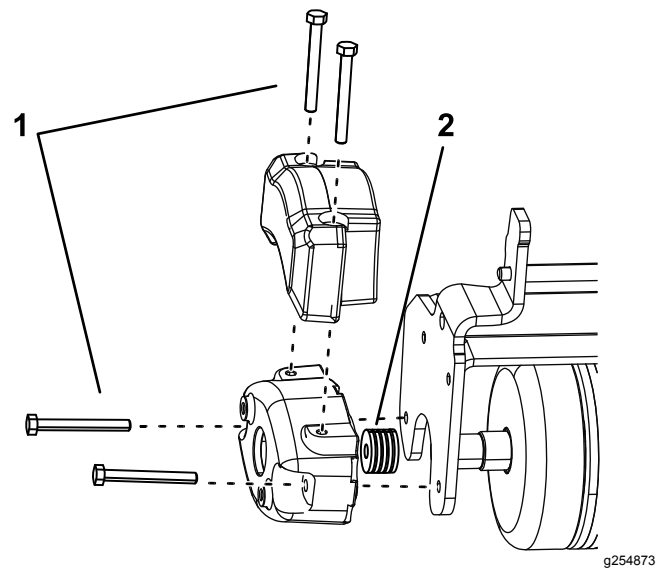

Bild 5
2. Setzen Sie die zwei Schrauben (5/16-18" x 2 3/4") ein, wie in Bild 5 abgebildet..
3. Legen Sie vier Distanzstücke (1/8") pro Schraube zwischen das Gegengewicht und die Seitenplatte der Dreifachrolle (Bild 5).